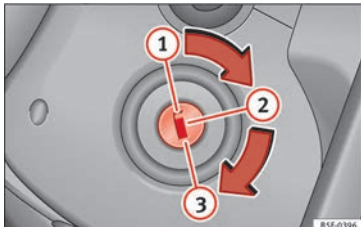

Abb. 175 Positionen des Zündschlüssels
In dieser Position »» Abb. 175 ① sind die Zündung und der Motor ausgeschaltet und die Lenkung kann gesperrt werden.
- Drehen Sie den Zündschlüssel in die Startposition »» Abb. 175 ③.
- Drehen Sie den Zündschlüssel in die Position »» **Abb. 175** . Beim Vorglühen des Motors leuchtet die Kontrollleuchte  auf.
- Drehen Sie den Zündschlüssel in die Position » **Abb. 175** .